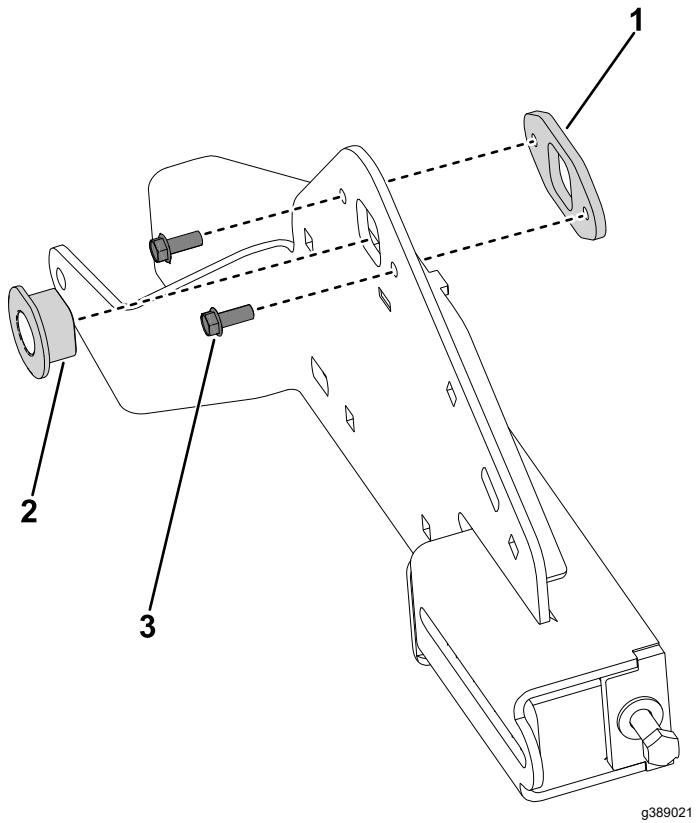

Figure 28
2. Insérez la douille d'essieu dans le support de chenille (Figure 28).
3. Insérez la douille d'essieu dans le support de chenille et fixez-le en place avec les 2 vis ($\frac{1}{4}'' \times \frac{5}{8}''$) (Figure 28).